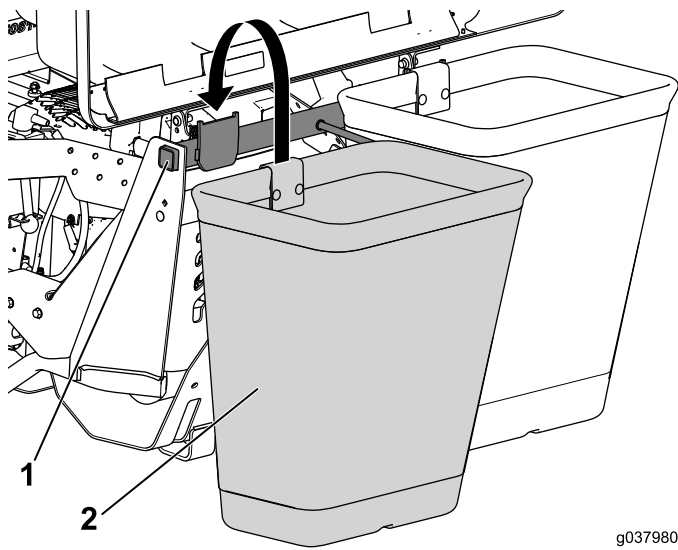

Bild 21
- Haken Sie den Grasfangkorb über dem Drehzapfen ein (Bild 21).